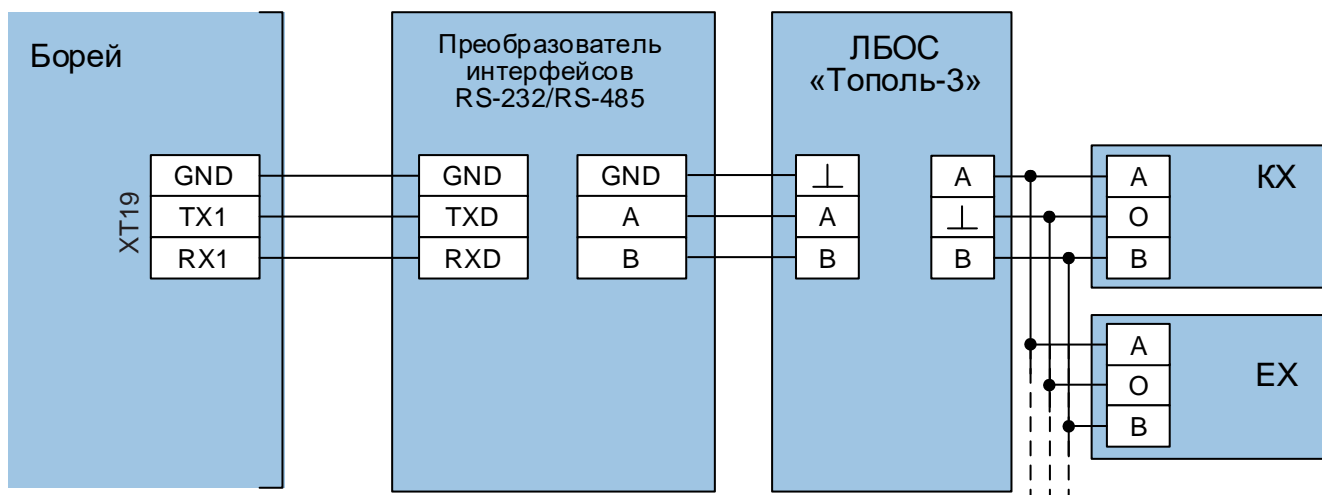

Рисунок 9.20 — Схема подключения «Тополь-3» посредством интерфейса RS-232
В версии прибора «Борей-Т» обеспечено взаимодействие с адресно-аналоговым вибрационным извещателем охраны периметра «Тополь-3» в составе: Линейный блок обработки сигнала (ЛБОС) «Тополь-3», адресно-аналоговые вибрационные датчики ВД-3 «Тополь-3», комплект расширителей (EX) и концентраторов шлейфов (KX) «Тополь-3». «Борей-Т» подключается к ЛБОС посредством одного из интерфейсов RS-232 через преобразователь интерфейсов RS-232/RS-485 (рисунок 9.20). Также может использоваться интерфейс USB (верхний порт) и преобразователь интерфейсов USB/RS-485.